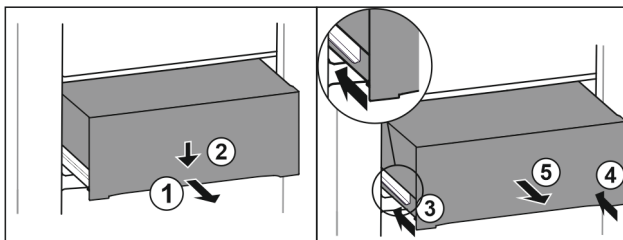

Fig. 70
- ▶ Изтеглете чекмеджето наполовина. Fig. 70 (1)
- ▶ Натиснете надолу чекмеджето от предната страна. Fig. 70 (2)
- ▶ Вкарайте лявата релса приблизително 2 см навътре. Fig. 70 (3)
- ▶ Вкарайте дясната релса приблизително 2 см навътре. Fig. 70 (4)
- ▶ Извадете чекмеджето напред. Fig. 70 (5)